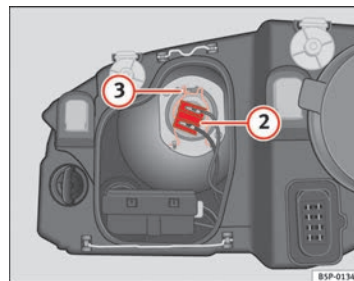

Fig. 182 Luz de cruce
- Extraiga el conector ⇒ página 270, fig. 182 ② de la lámpara.
- Desenganche el resorte retentor ⇒ página 270, fig. 182 ③ presionándolo hacia dentro y a la derecha.